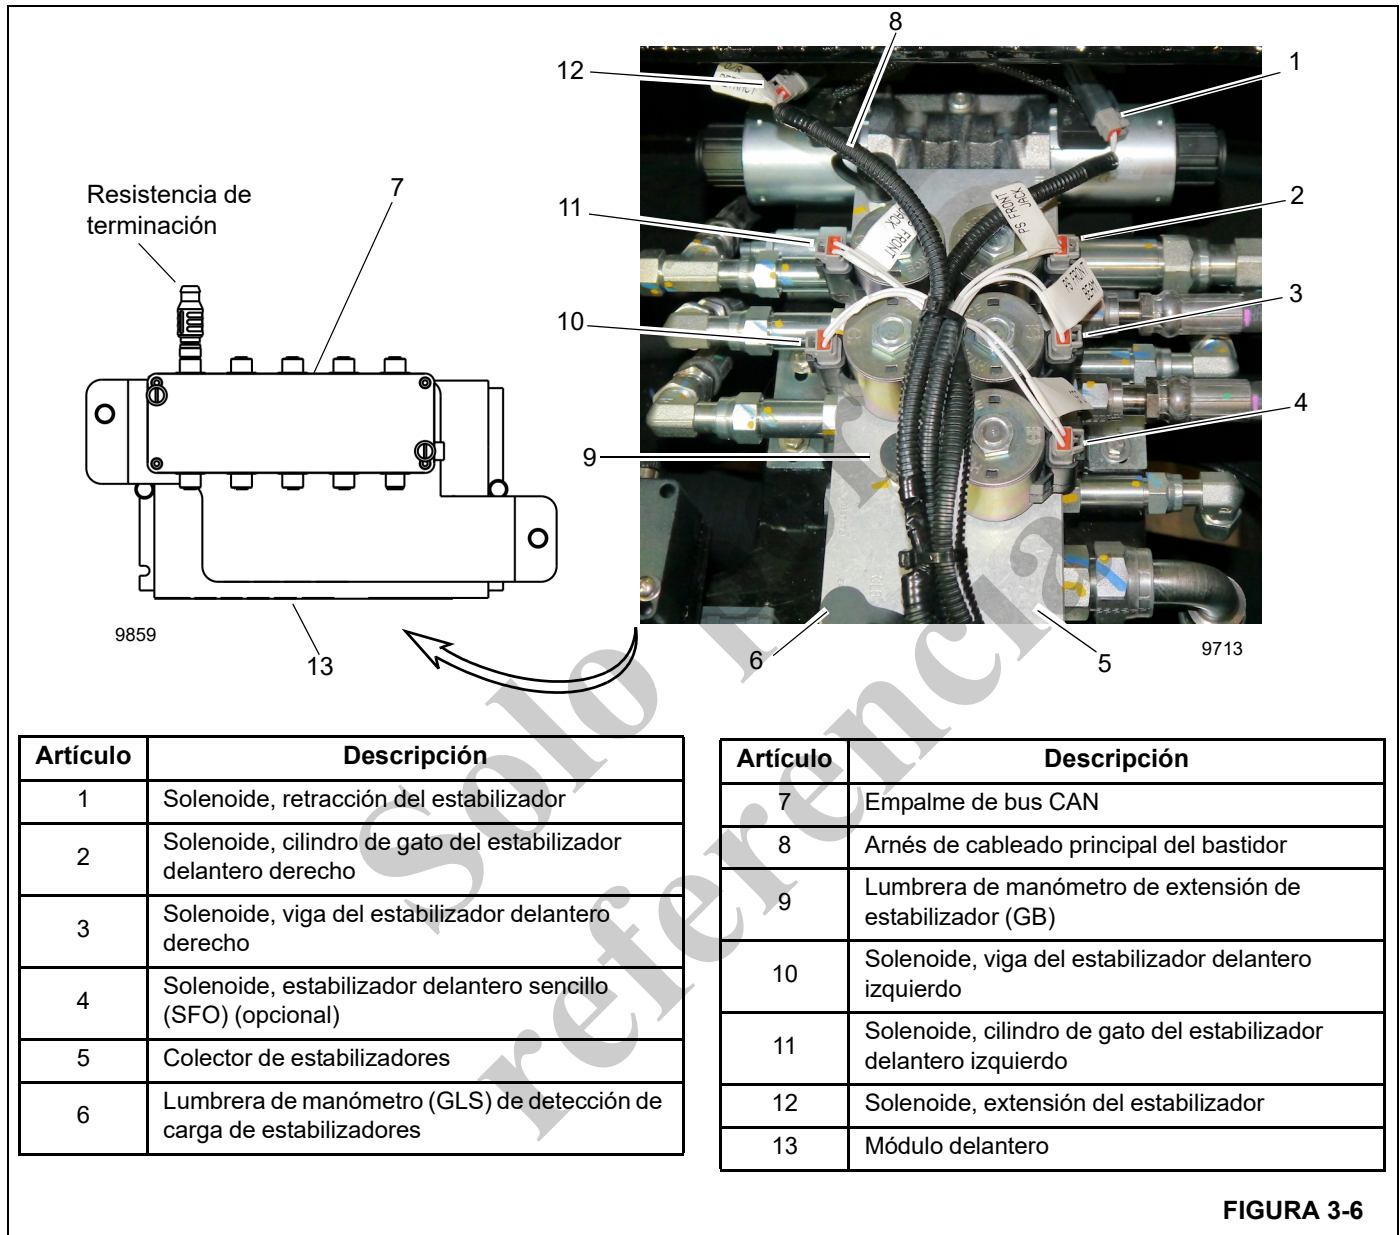
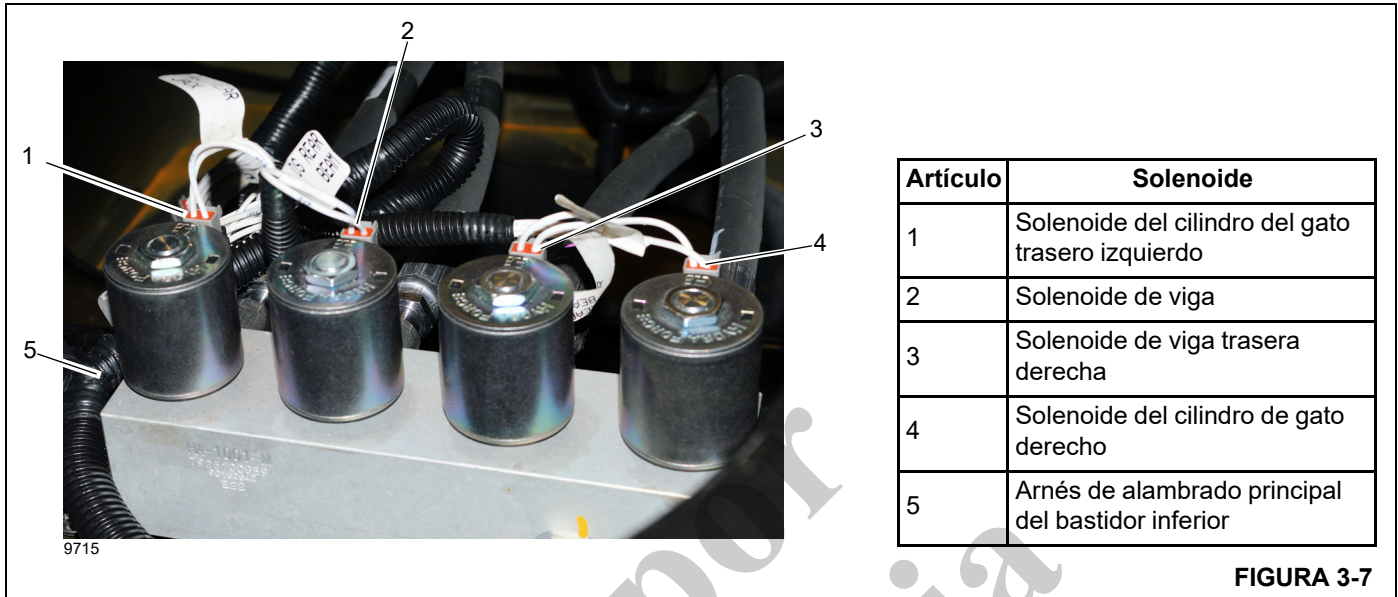

FIGURA 3-6
FIGURA 3-7
Hay dos colectores de estabilizadores ubicados en el bastidor de la caja de torsión de la grúa. El colector de estabilizadores delantero está montado en el centro del bastidor entre la cabina y la caja de estabilizadores delanteros (Figura 3-6).
El colector de estabilizadores trasero está montado en el centro del bastidor de la grúa entre la parte trasera de la cabina y la caja de estabilizadores traseros de la superestructura (Figura 3-7).
NOTA: Los módulos de estabilizadores delanteros (Figura 3-6 y Figura 3-7) no se pueden reparar; comuníquese con el servicio al cliente de Manitowoc Crane Care si tiene preguntas sobre el servicio técnico y la reparación del módulo.
Los solenoides del colector de estabilizadores delantero (Figura 3-6) controlan la selección de los componentes de estabilizadores delanteros, el estabilizador delantero sencillo (SFO) opcional (si lo tiene) y las funciones de extender y retraer de todos los componentes de los estabilizadores delanteros.
- El solenoide del estabilizador delantero sencillo (SFO) (4) extiende o retrae el SFO cuando se lo activa. Cada vez que se oprima el interruptor de retracción en la caja de control de estabilizadores, el estabilizador delantero sencillo es el primero en retraerse.
- El solenoide de extensión (12) controla las funciones de extensión de todos los componentes de estabilizador.
- El solenoide de retracción (1) controla las funciones de retracción de todos los componentes de estabilizador.
- Los solenoides (2), (3) y (10), (11) controlan los componentes de estabilizadores delanteros. Vea la Figura 3-6 para la identificación de solenoides.
- El módulo delantero (13) está montado con una caja de empalmes del bus CAN (7) y conectado al arnés de alambrado principal del bastidor inferior (8), proporcionando datos funcionales del estabilizador al módulo del servidor principal.
Los solenoides del colector del estabilizador trasero controlan las funciones del estabilizador trasero. El módulo delantero inferior controla los solenoides traseros. Vea la Figura 3-7 para la identificación de solenoides.